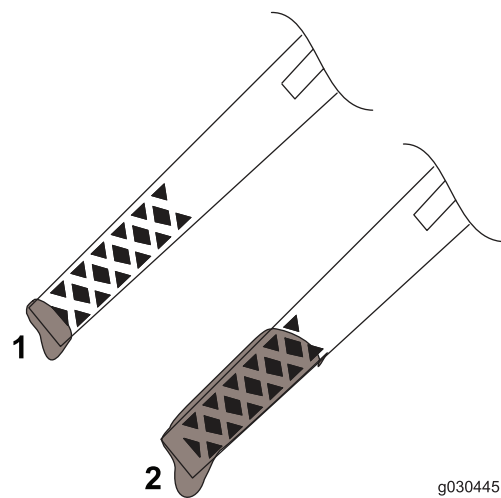

Figure 20
- A. Sortez la jauge et versez lentement de l'huile dans le goulot de remplissage pour faire monter le niveau jusqu'au repère maximum sur la jauge (Figure 20). **Ne remplissez pas excessivement.**